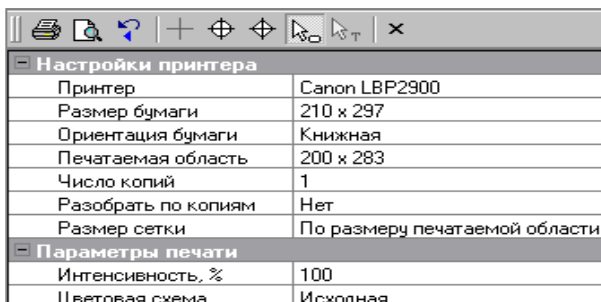

Рис. 31.7
- В окне параметров задайте настройки принтера и параметры печати (рис. 31.7).